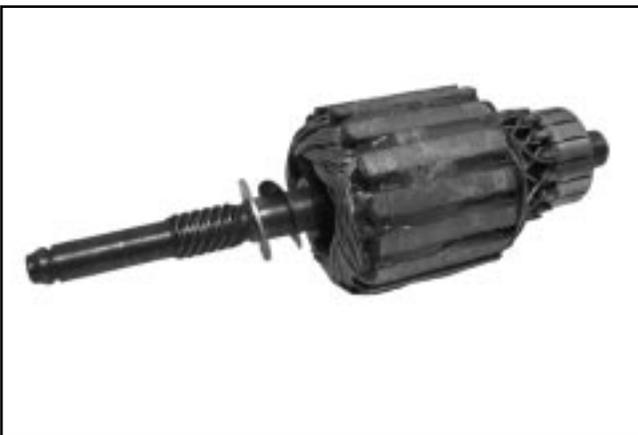

Figure 7-18. Mise en place des rondelles sur l'armature.
1. Placer la rondelle élastique ondulée, puis la rondelle de butée sur l'arbre d'entraînement de l'armature. Voir la Figure 7-18.